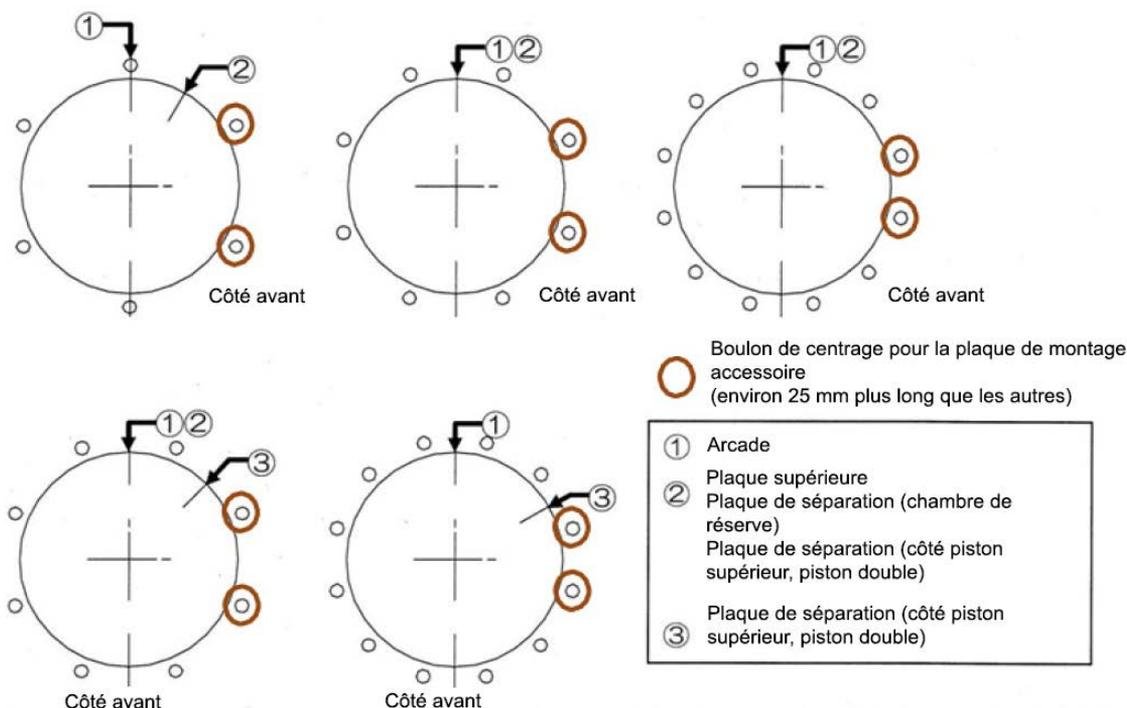

Figure 11 - Position des boulons de centrage
10. Installez des joints toriques (21) et une bague de guidage (16) neufs. Appliquez une couche de graisse de silicone (ou équivalent) sur le joint torique et sur la bague de guidage.
11. Remettez en place le tube de vérin (14), la plaque de séparation (69), le tube de chambre de réserve (70) et la plaque supérieure (17). Appliquez une couche de graisse de silicone (ou équivalent) sur la surface intérieure du tube de vérin.
12. Assurez-vous que les raccords d'air sont correctement positionnés. Placez les boulons de centrage dans les trous de la plaque supérieure et de l'arcade. Installez les rondelles à ressort et les écrous, en les serrant légèrement à la main. Installez les rondelles à ressort et les écrous sur le côté inférieur de l'arcade, en les serrant à la main. Assurez-vous que la position des boulons de centrage (mesurant environ 25 mm de plus que les autres) de la plaque de montage accessoire, si elle est présente, correspond à celle indiquée dans la Figure 11.